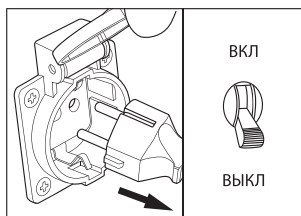

рис. 6
6. Отсоедините все электрические нагрузки, отключите подачу напряжения на панели штепсельных розеток. Переведите прерыватель цепи переменного тока в положение «ВЫКЛ» (рис. 6).